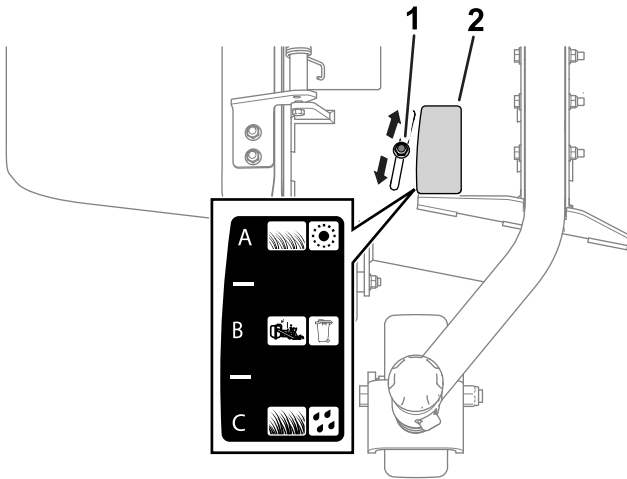

图 14
2. 松开螺母图 14。
请参阅以下章节了解每个流量隔板位置的说明。图 14 显示了每个位置即 A、B 和 C 如标贴上所示。